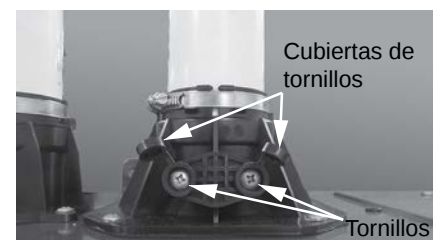

Figura 66 - Retiro de tornillos del puerto de emisiones.
- 5 Retire los tornillos y déjelos a un lado en un lugar seguro para volver a instalarlos. Consulte la Figura 66.